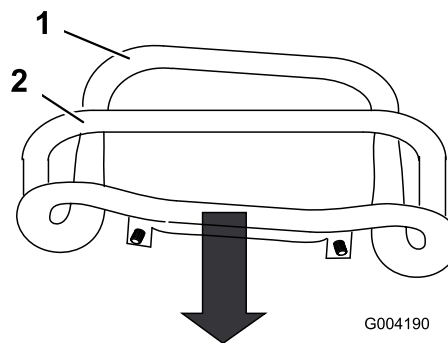

Bild 54
3. Ziehen Sie den Fahrtrieb gerade nach hinten, sodass die Vorderseite des Fahrtriebs den Anschlagbügel berührt (Bild 54).